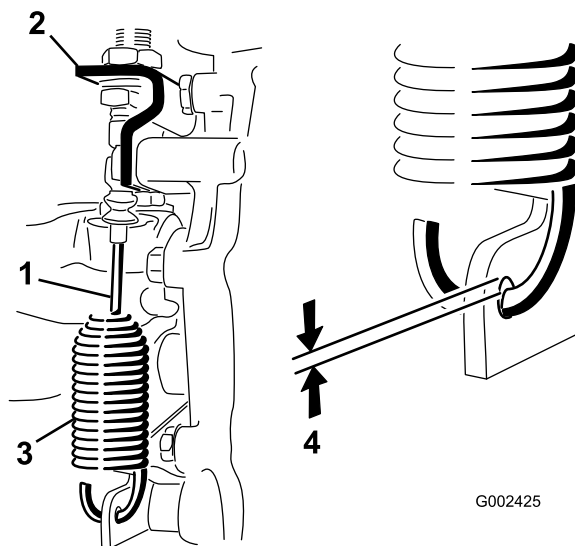

Figura 49
2. Allentate i dadi che fissano il cavo di blocco del differenziale alla staffa del transaxle (Figura 49).